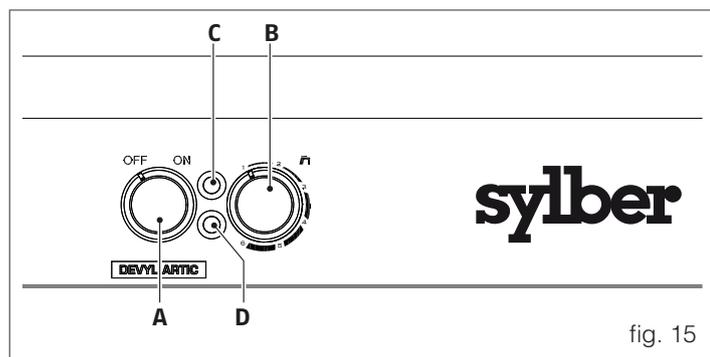

fig. 15
- posizionare l'interruttore generale dell'impianto su "acceso" e verificare il lampeggiare della segnalazione verde (fig. 15 - C)
- posizionare il regolatore di temperatura (fig. 15 - B) a circa 2/3 della rotazione massima se non è già regolato
- ruotare l'interruttore principale (fig. 15 - A) su "ON"
- lo scaldabagno effettuerà la fase di avviamento accendendo il bruciatore dopo qualche secondo necessario per un controllo dell'apparecchio, la segnalazione verde (fig. 15 - C) diventa fissa. Alla chiusura del rubinetto dell'acqua, lo scaldabagno si arresterà predisponendosi per l'avviamento successivo.
! Lo scaldabagno nel caso vi sia un'anomalia nell'accensione del bruciatore, oppure nel caso sia intervenuto il termostato di sicurezza, effettua un "ARRESTO DI BLOCCO" e si accende la segnalazione rossa (fig. 15 - D) "blocco bruciatore".
Per ripristinare le condizioni di avviamento portare l'interruttore principale (fig. 15 - A) su "OFF" e poi su "ON" (la segnalazione rossa (fig. 15 - D) si spegne).
! Se durante il normale funzionamento viene a mancare l'alimentazione elettrica, lo scaldabagno effettua un "ARRESTO DI BLOCCO" (la segnalazione verde, fig. 15 - C, si spegne) e, al ritorno dell'alimentazione elettrica, si riavvia automaticamente.